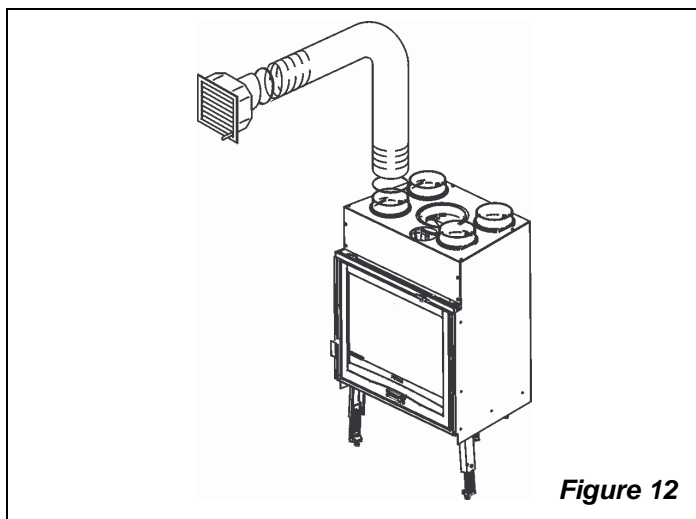
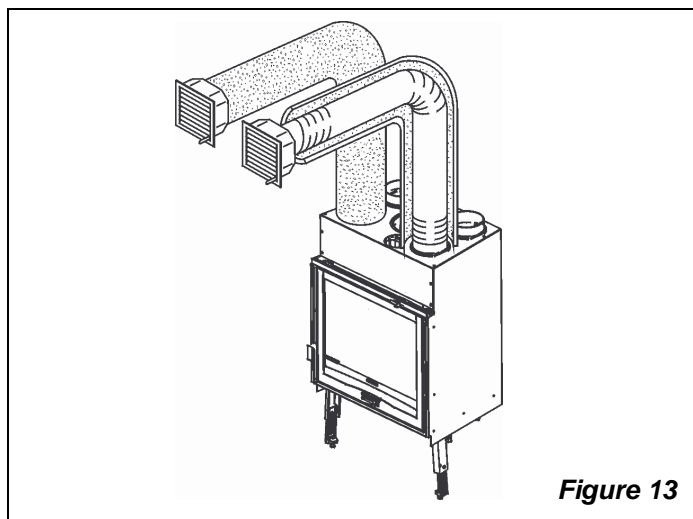

Figure 12
Figure 13
- e) les longueurs des tuyaux de canalisation doivent être d'égale longueur pour éviter différentes quantités d'air distribué par chaque sortie (v. Figure 12 - Figure 13).